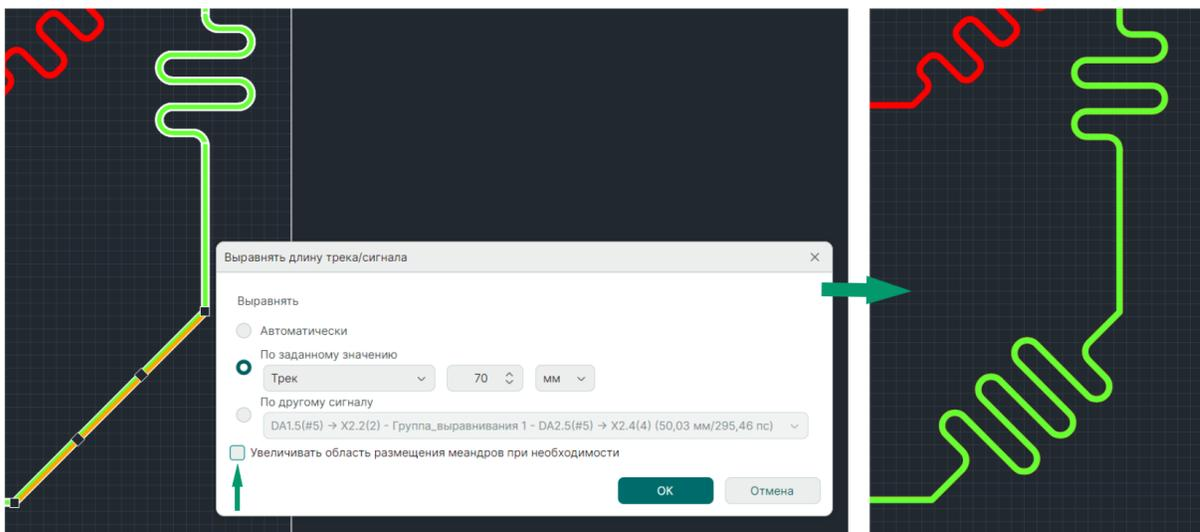

Рис. 432 Размещение дополнительного меандра
- Для выравнивания длины трека/сигнала с размещением дополнительного меандра может быть выделен трек целиком или сегмент, предпочтительный для расположения меандра. В этом случае флаг в чек-боксе «Увеличивать область размещения меандра при необходимости» не имеет значения, см. Рис. 432.